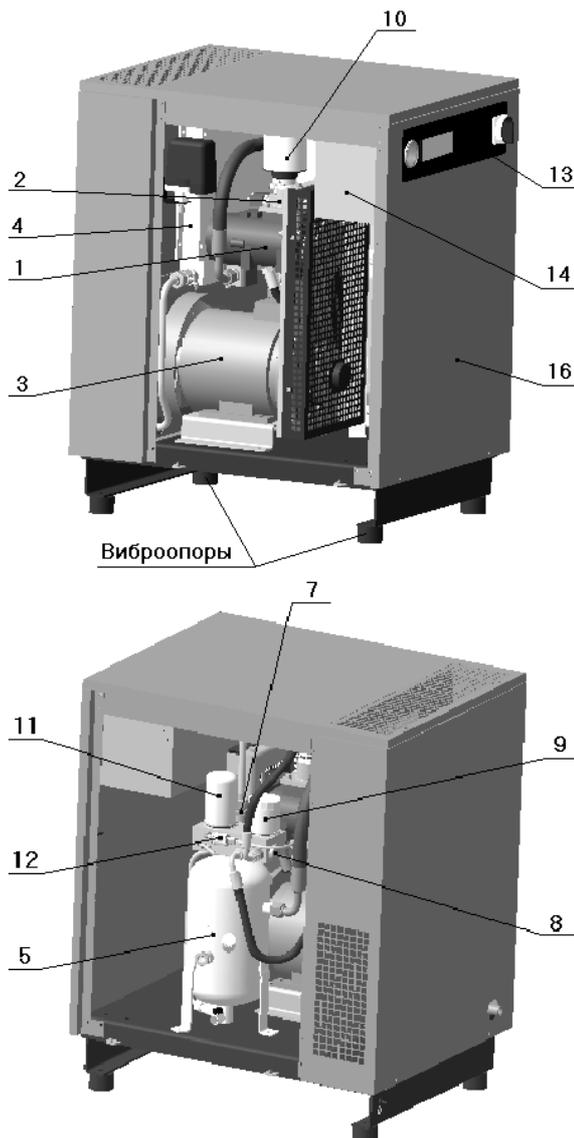
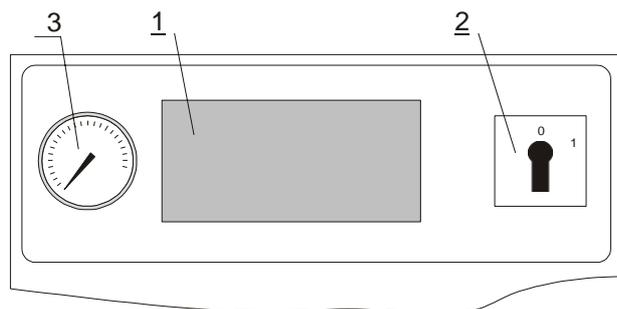

Рисунок 1 – Общий вид компрессорной установки ВК5Е-..., ВК7Е-..., ВК10Е-...
Рисунок 5
**1 – Винтовой блок** предназначен для выработки сжатого воздуха. Винтовые блоки, применяемые в компрессорных установках, приведены в таблице 3 (см. рисунок 1 или 2, или 3). В корпусе винтового блока расположены: винтовая группа, пропускные каналы для воздуха и масла, присоединительные фланцы.
**2 – Клапан всасывающий** (см. рисунок 1 или 2, или 3) воздушный выполняет функцию подачи воздуха в камеру сжатия и предотвращения выброса наружу сжатого воздуха и масла в момент останова установки при любом давлении подачи сжатого воздуха. Переключение клапана всасывающего в режим "ЗАГРУЗКА" или "ХОЛОСТОЙ ХОД" осуществляется при помощи клапана электромагнитного, который управляется программируемым контроллером от сигнала датчика давления.
**3 – Электродвигатель** (см. рисунок 1 или 2, или 3) предназначен для привода винтового блока.
**4 – Воздушно-масляный радиатор** (см. рисунок 1 или 2, или 3) двухсекционный, комбинированный, выполняет функции охлаждения масла и предварительного охлаждения воздуха на выходе из установки. Радиатор охлаждается проходящим через него потоком воздуха, который нагнетается вентилятором, установленным на втором конце вала электродвигателя привода установки.
**5 – Маслосборник (маслоотделитель)** (см. рисунок 1 или 2, или 3) выполняет следующие функции:
**7 – Клапан минимального давления** (см. рисунок 1 или 2, или 3), установленный на линии
**8 – Термостат** (см. рисунок 1 или 2, или 3) состоит из запорного плунжера и термочувствительного глицеринового элемента, изменяющего направление потока масла в зависимости от его температуры, смонтирован в корпусе, на котором также установлен фильтр масляный. При включении установки масло циркулирует по малому контуру винтовой блок – маслоотделитель – термостат – масляный фильтр – винтовой блок для быстрого набора рабочей температуры смеси.
**9 – Фильтр масляный** (см. рисунок 1 или 2, или 3) неразборный изготовлен в металлическом корпусе. Он расположен в контуре смазки и предотвращает попадание твердых частиц на рабочие поверхности винтов и подшипников. Его замена необходима после выработки часов, указанных в разделе "ТО", а частота замены напрямую зависит от технического обслуживания воздушного фильтра и от качества масла.
**10 – Фильтр воздушный** (см. рисунок 1 или 2, или 3) открытого типа. Функция воздушного фильтра - предотвращение попадания загрязняющих частиц в зону винтовой группы и систему смазки. Некачественное обслуживание воздушного фильтра приводит к уменьшению срока службы блока винтового.
**11 – Фильтр-маслоотделитель (сепаратор)** (см. рисунок 1 или 2, или 3) завершает операцию отделения масла от сжатого воздуха и обеспечивает остаточное содержание масла в сжатом воздухе не более 3 мг/м3. Пропускная способность фильтра-маслоотделителя зависит от качества масла и его рабочей температуры.
**12 – Визуализатор возврата масла** (см. рисунок 1 или 2, или 3) предназначен для визуальной оценки количества масла на возврате из фильтра-маслоотделителя. Масло, отделенное фильтром-маслоотделителем, возвращается в систему смазки установки. Функцией визуализатора является управление расходом возвратных потоков воздуха и масла. Визуализатор позволяет проверить эффективность работы фильтра-маслоотделителя и системы сепарации.
**13 – Панель управления** (см. рисунок 1 или 2, или 3). На лицевую сторону панели управления вынесены следующие органы управления (рисунок 5):
**14 – Шкаф с электроаппаратурой** (см. рисунок 1 или 2, или 3) представляет собой короб закрытого типа с установленной платой, на которой смонтирована пускорегулирующая аппаратура и устройства защиты, доступ к которым осуществляется путем демонтажа верхней панели корпуса и крышки шкафа.
**16 – Корпус шумозащищенного исполнения** (см. рисунок 1 или 2, или 3) служит для снижения уровня шума в рабочей зоне установки.